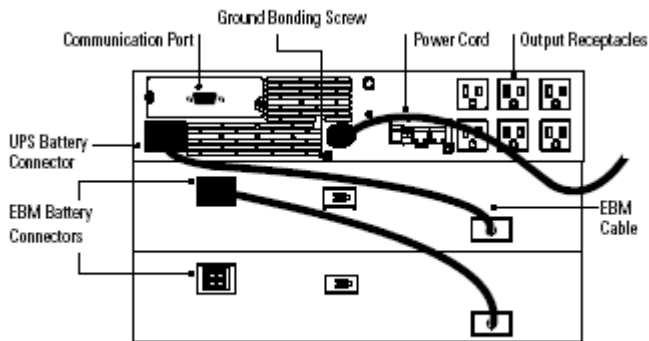

Figure 8. Typical Installation with Two EBMs
5. Verbinden Sie das mitgelieferte EBM-Kabel mit dem Batterieanschluss an der USV-Rückseite (siehe Abb. 8).